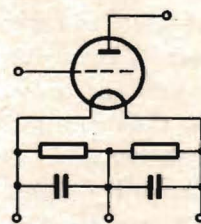

Fig. 5.
tagning av Spånga-stationen, som arbetar på frekvensen 704 kp/s. Den i antenntsteget inlagda lokalstationskretsen, som är avstämd till denna frekvens, är ansluten till högfrekvenssteget (11). Mellan detta steg och detektorsteget (10), vari ingår ena dioden till rör 6H6, är inlagd en högfrekvenstransformator KR11 likaså avstämd till lokalstationsfrekvensen $f_{al} = 704$ kp/s. Med i fig. 5 och 8 införda värden på i apparaten ingående kretsar och med de använda rören erhålles följande resultat:
14) Vilken är uppgiften för motstånden och kondensatorerna i fig. 5? a) nedbringande